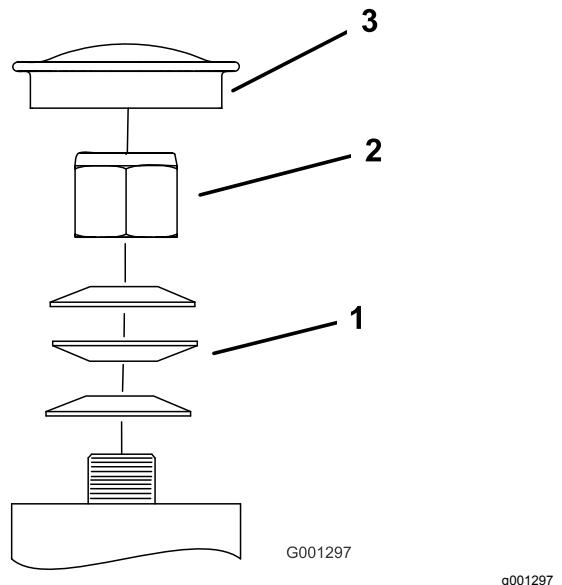

Figura 65
3. Retire el tapón guardapolvo de la rueda giratoria y apriete la contratuerca (Figura 65).
4. Apriete la contratuerca hasta que las arandelas de muelle estén planas, luego afloje  $\frac{1}{4}$  de vuelta para establecer la pre-carga correcta de los cojinetes (Figura 65).
**Importante:** Asegúrese de que las arandelas de muelle están correctamente instaladas, según se muestra en Figura 65.
5. Coloque el tapón anti-polvo (Figura 65).